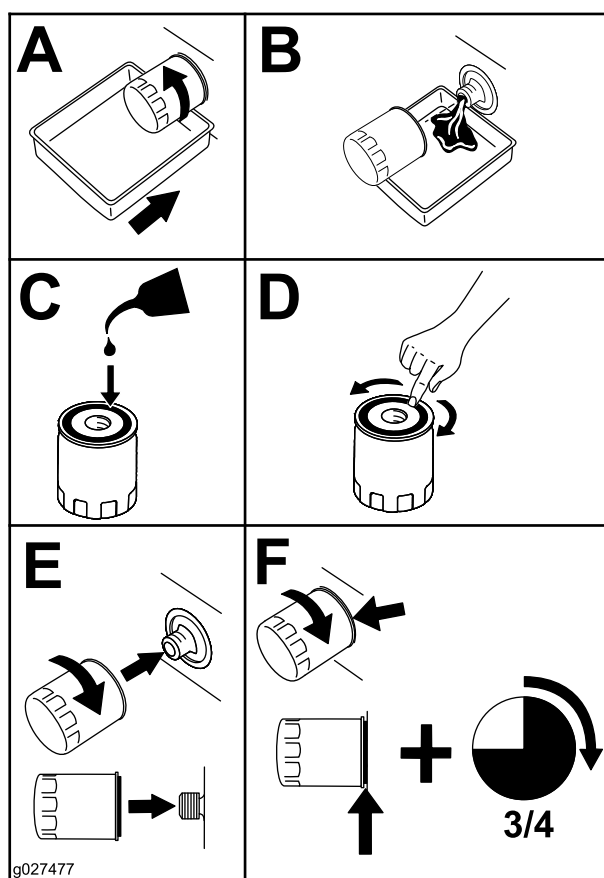

Figure 44
5. Remplacez le filtre à huile moteur comme montré à la Figure 44.